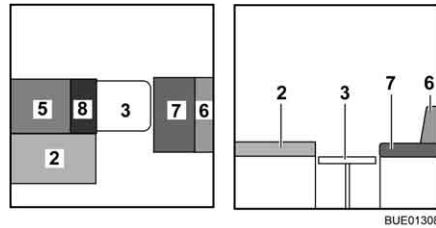

Fig. 134 Pendant la transformation
- Placer le coussin supplémentaire (Fig. 134,8) sur la table.